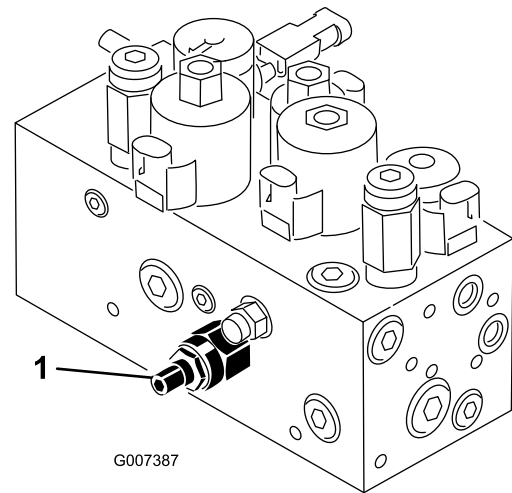

Bild 56
Der Hub-/Absenkungskreis der Schneideinheiten ist mit einem Stromventil ausgerüstet (Bild 56). Dieses Ventil wird im Werk um ungefähr 3 Umdrehungen geöffnet. Zum Ausgleichen unterschiedlicher Hydrauliköltemperaturen und Mähgeschwindigkeiten usw. müssen Sie dieses Ventil jedoch u. U. einstellen. Gehen Sie dabei folgendermaßen vor:
1. Klappen Sie den Sitz hoch und finden Sie das Hauptregulierventil für das mittlere Zuggestell (Bild 56), das sich neben dem Hydraulikverteiler befindet.